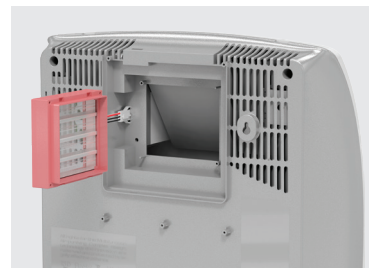

Рисунок 20
5. Подключите нагревательный элемент к разъему «мама» в приборе. Убедитесь, что соединение «мама-папа» надежно зафиксировано (рис. 20).